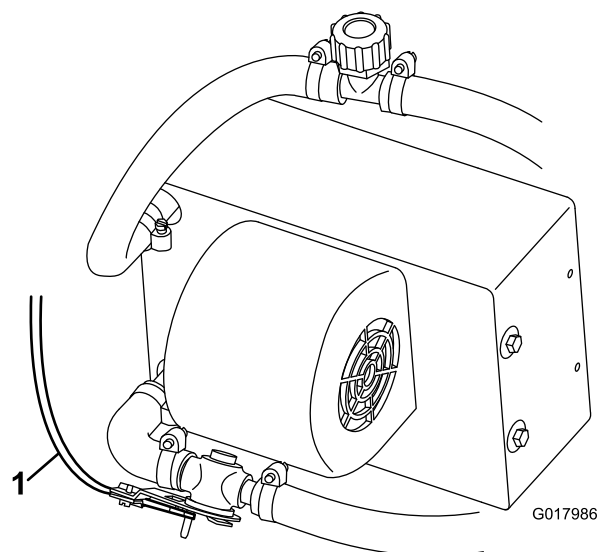

Figura 18
8. Posate e collegate il cavo del comando del riscaldatore alla valvola del riscaldatore (Figura 18).